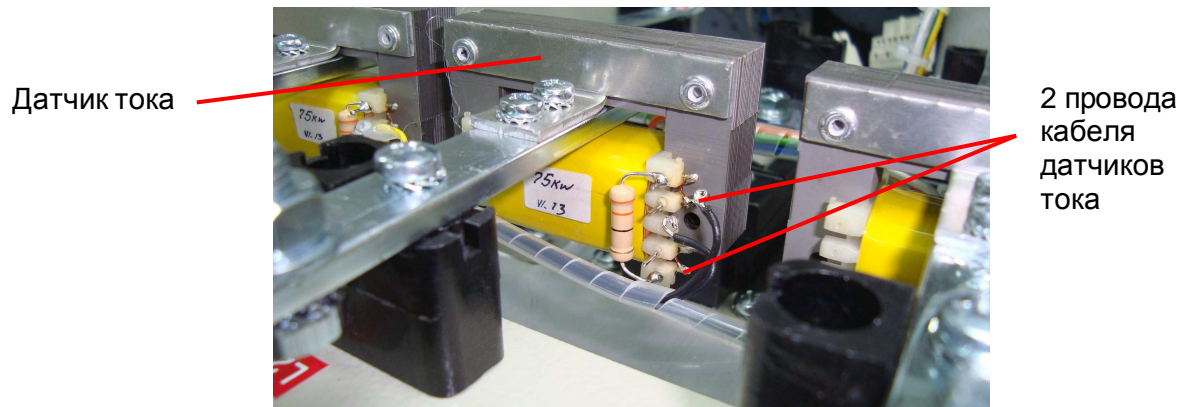

Рис. 6.13
6.8.1. Отпаять два провода кабеля токовых датчиков от клемм датчика тока (рис. 6.13).